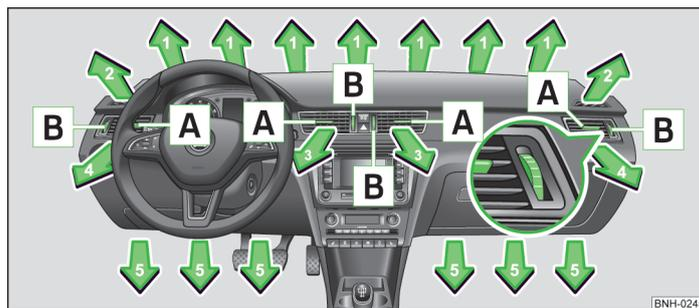

Fig. 77 Difusores de aire
En el caso de los difusores de aire **3** y **4** » fig. 77, se puede modificar la dirección del aire y los difusores se pueden cerrar y abrir individualmente, y se puede adaptar el caudal de aire.
- Mover las láminas horizontales mediante el elemento de ajuste variable **A** » fig. 77 o bien hacia arriba o abajo para ajustar la altura de la corriente de aire.
- Mover el regulador giratorio **B** » fig. 77 hacia arriba hasta el tope para abrir del todo el difusor de aire.
Recomendamos dejar los difusores de aire 3 » fig. 77 de la página 79 en posición abierta en todos los modos de servicio.